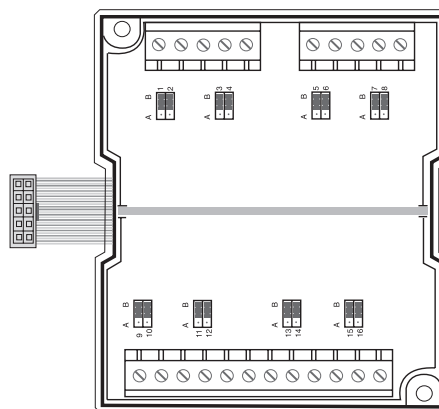

Рис. 50
4. Переключки показаны справа (рис. 50). Измените установки переключателей в соответствии с таблицей 8.